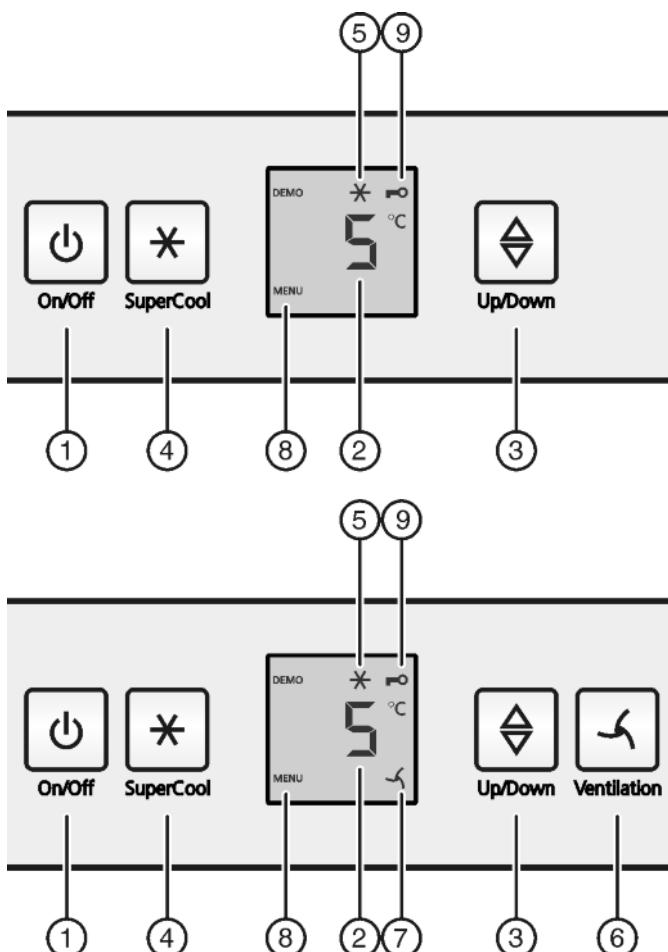

Fig. 2
- Нажать кнопку On/Off Fig. 2 (1).
- Нажмите кнопку «SuperCool» Fig. 2 (4) и удерживайте ее прим. 5 секунд.
- ▷ На индикаторе будет отображаться символ «Меню» Fig. 2 (8).
- Для подтверждения нажать и отпустить кнопку «SuperCool» Fig. 2 (4).
- ▷ На индикаторе горит символ «Защита от детей» Fig. 2 (9).
- Нажать и отпустить кнопку «On/Off» Fig. 2 (1).
- Активация модуля регулировки температуры: нажмите кнопку настройки Fig. 2 (3).
- Температуру меняйте ступенями по 1 °C: нажмите кнопку настройки Fig. 2 (3) до тех пор, пока на индикаторе температуры не будет высвеченa требуемая температура.
- Коротко нажмите кнопку SuperCool Fig. 2 (4).
- На индикации горит символ SuperCool Fig. 2 (5).
- Символ SuperCool Fig. 2 (5) на индикации гаснет.